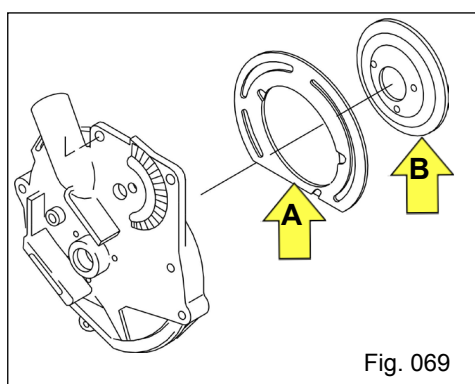

Fig. 069
- **Corpo** (Fig. 069): que por sua vez é composto de Inserto de apoio do disco e prato de fixação do inserto.